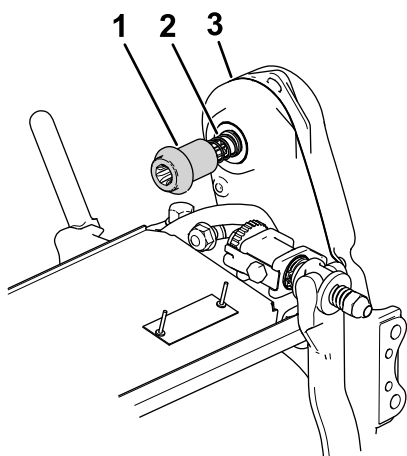

Рисунок 7
4. Установите муфту и пружину на узел привода барабана режущего блока (Рисунок 7).
5. Убедитесь в том, что муфта (Рисунок 7) может легко перемещаться вперед и назад по ведущему валу трансмиссии.